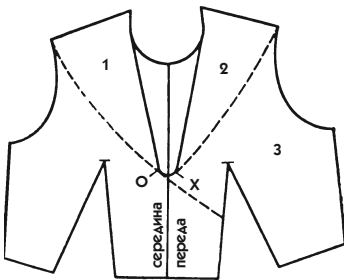

Рис. 582
проходит под грудью и поднимается к крайней точке правого плеча (пунктирная линия на рис. 582). Мягкий изгиб линий, проведенных через внешние точки плеча, дает представление о фалдах, которые образуются благодаря выпуклым формам груди и плечей. Фалды следует начертить в том направлении, которое вы хотите получить на фигуре.
- Отложите эту мерку по обе стороны от срединной линии переда в точке пересечения линий складок (засечки X и O на рис. 582).